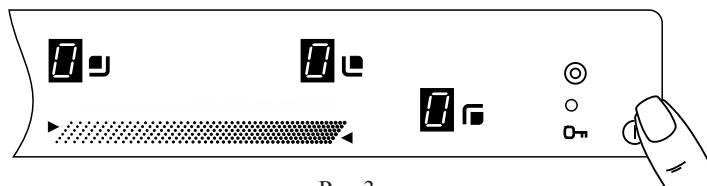

Рис.3
Для включения варочной панели коснуться зоны со знаком «①». Во всех окнах индикации конфорок загорится «0» (рис. 3).